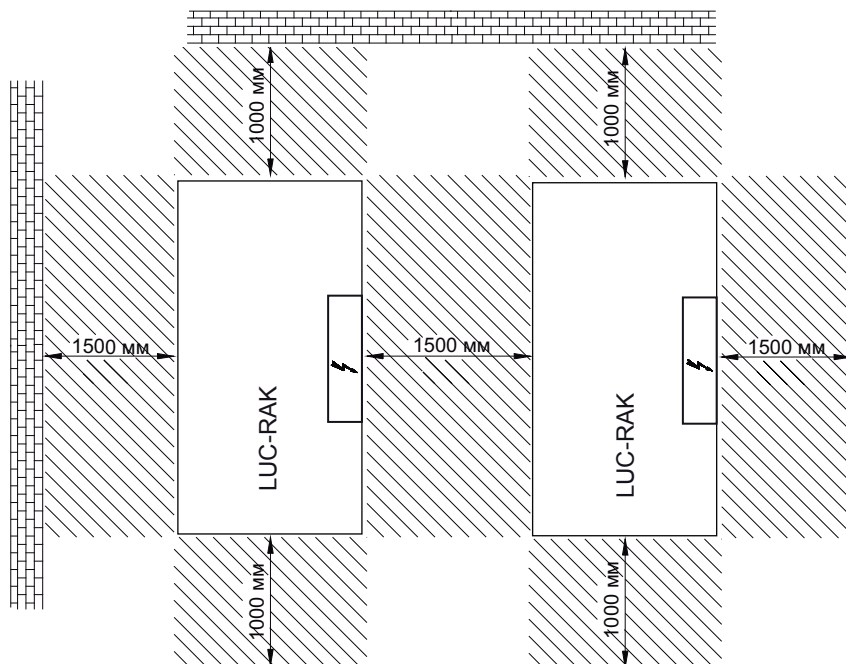

Рис. 2. Размещение чиллера LUC-RAK.A
1. Предусмотрите достаточное пространство вокруг чиллера для нормальной работы и технического обслуживания оборудования. Рекомендации по размещению чиллеров приведены на рис. 2.